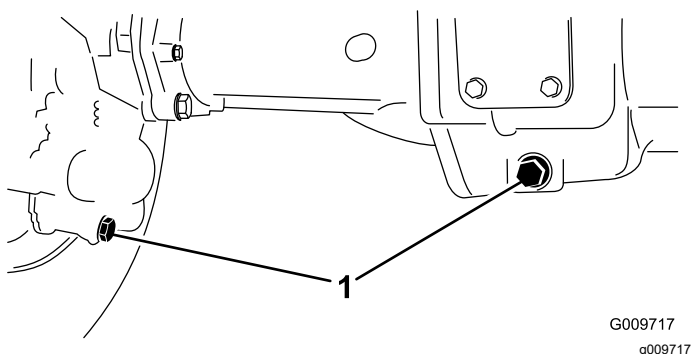

Figura 74
2. Limpie la zona alrededor de los tres tapones de vaciado, uno en cada extremo y uno en el centro (Figura 74).